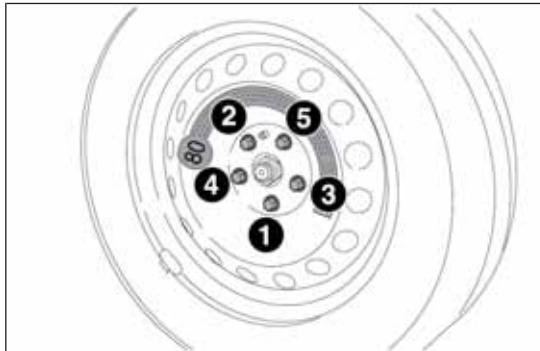

fig. 160
- mediante l'utilizzo della chiave A, avvitare a fondo le colonnette, passando alternativamente da una colonnetta a quella diametralmente opposta, secondo l'ordine numerico illustrato in fig. 160;